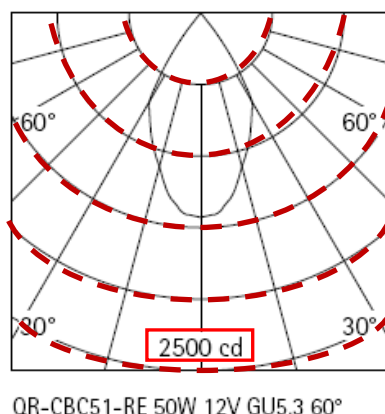

Fig 9. Círculos de distribución de la Intensidad luminosa
Si regresas a la *Fig 9*, observa como el gráfico te indica que el último círculo posee una intensidad de 2.500 cd/klm. Recuerda: Las curvas de distribución luminosa
Paso 4. Averigua cómo se distribuye la intensidad en el gráfico sabiendo los valores de cada círculo. En el punto central superior la intensidad es 0. Divide intensidad que sabes (2.500 cd) por el número de círculos que ves a la *Fig 9*, (5 círculos).